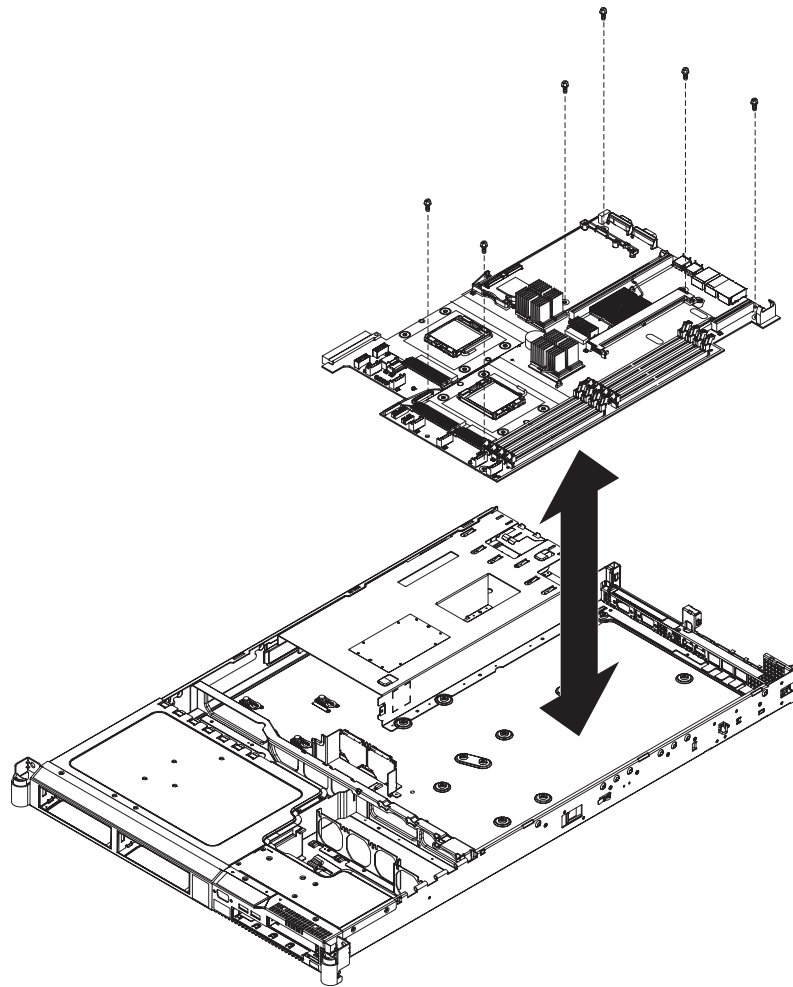

図 284. SAN ボリューム・コントローラー 2145-8G4 システム・ボードを固定するねじの配置
2. システム・ボード上の 6 個のねじを再取り付けし (347 ページの図 284 を参照)、システム・ボードをシャーシに固定します。